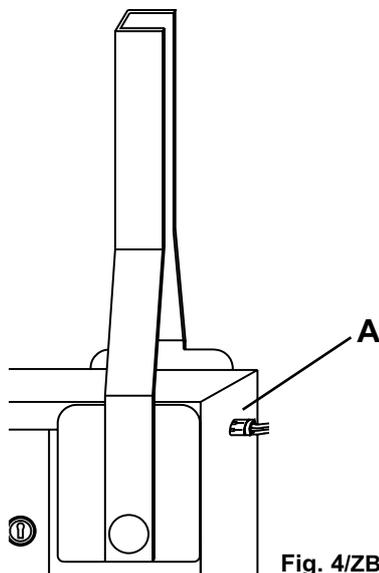

Fig. 4/ZBR
2. Fissare il braccio reggisbarra in posizione verticale con i bulloni, le relative rondelle e i tappi (vedi particolare A, Fig. 1/ZBR) tenendo il lembo largo nella posizione superiore (Fig. 4/ZBR).
9. Inserire il pressacavo nell'apposita sede (Fig. 4/ZBR particolare A). Collegare il cavo della costa switch al motore.
2. Fix the barrier support in the vertical position with the bolts, washers and plugs (see part A, Fig. 1/ZBR), holding the wide tab in the top position (Fig. 4/ZBR).
9. Fit the cable clamp in its seat (Fig. 4/ZBR part A). Connect the switch trim cable to the motor.
2. Fixer le bras de soutien de la barre en position verticale avec les boulons, les rondelles respectives et les bouchons (voir détail A, Fig. 1/ZBR) en tenant le bord large en position supérieure (Fig. 4/ZBR).
2. Den Halteausleger des Schrankenbaums mit den Muttern, den Unterlegscheiben und den Stöpseln (vgl. Ausschnitt A, Abb. 1/ZBR) in vertikaler Stellung befestigen. Hierbei muss die breite Kante nach oben zeigen (Abb. 4/ZBR).
9. Introduire le serre-câble dans le logement prévu à cet effet (Fig. 4/ZBR détail A). Relier le câble de la membrure switch au moteur.
2. Fijar el brazo de sujeción de la barra en posición vertical con los pernos, las arandelas correspondientes y los tapones (véase detalle A, fig. 1/ZBR) manteniendo la parte ancha en la posición superior (fig. 4/ZBR).
9. Die Kabelklemme in ihre Aufnahme einsetzen (Abb. 4/ZBR Ausschnitt A). Das Kontaktleistenkabel am Motor anschließen.
2. Fixar o braço suporte da barra na posição vertical com as cavilhas, as respectivas anilhas e os tampos (ver pormenor A, Fig. 1/ZBR) mantendo o extremidade mais larga na posição superior (Fig. 4/ZBR).
9. Inserir o bucin na respectiva sede (Fig. 4/ZBR pormenor A). Ligar o cabo do batente ao motor.